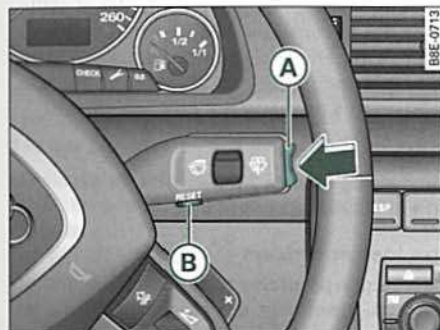

Fig. 24 Palanca del limpiaparabrisas: Elementos de manejo del ordenador de a bordo
Al pulsar la tecla **Reset** tecla **B** ⇒ página 39, fig. 24 se puede pasar de las funciones del nivel de memoria 1 a las funciones del nivel de memoria 2.
- Pulse la zona superior o inferior del conmutador-selector de funciones **A** ⇒ fig. 24. Se visualizarán una tras otra las funciones del ordenador de a bordo en los niveles de memoria correspondientes.
En la pantalla digital se indica el tiempo transcurrido desde que se borró la memoria por última vez. Cuando quiera calcular el tiempo de la duración del viaje a partir de un determinado momento habrá que borrar la memoria pulsando la tecla **(Reset)** ⇒ página 39, fig. 24 **(B)**.
Bastará con pulsar brevemente el interruptor-selector de funciones o bien la tecla **(Reset)** ⇒ página 39, fig. 24 para borrar este aviso.
En la pantalla digital se visualiza el consumo medio de combustible en l/100 km, determinado desde la última vez que se borró la memoria. Con ayuda de este indicador es posible adaptar el estilo de conducción a lo que se desee consumir. Si desea determinar el consumo medio para un nuevo periodo de tiempo, borre la memoria con la tecla **(Reset)** ⇒ página 39, fig. 24. Una vez borrada, y durante los primeros 30 metros de recorrido, aparece un cero.
En la pantalla digital se visualiza la velocidad media en km/h, determinada desde la última vez que se borró la memoria. Si desea determinar la velocidad media para un nuevo periodo de tiempo, borre la memoria con la tecla **[Reset]** ⇒ *página 39, fig. 24.*
En la pantalla se muestra la distancia recorrida desde la última vez que se borró la memoria. Cuando quiera calcular la distancia recorrida a partir de un punto concreto, borre la memoria en dicho punto pulsando la tecla **[Reset]** ⇒ *página 39, fig. 24* **(B)**.